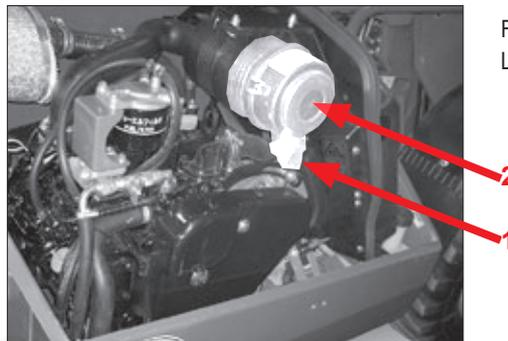

Fig. 104
Kontrollér, at udgangsslidsen på støvventilen pos. 1 (fig. 104) er fri. Fjern støvaflejringer ved at trykke ventilen sammen.
1. Løsn lukningerne på dækslet pos. 2 (fig. 104), og tag dækslet af.
1. Løsn de tre lukninger på dækslet pos. 2 (fig. 104).
2. Tag dækslet pos. 2 (fig. 104) af.